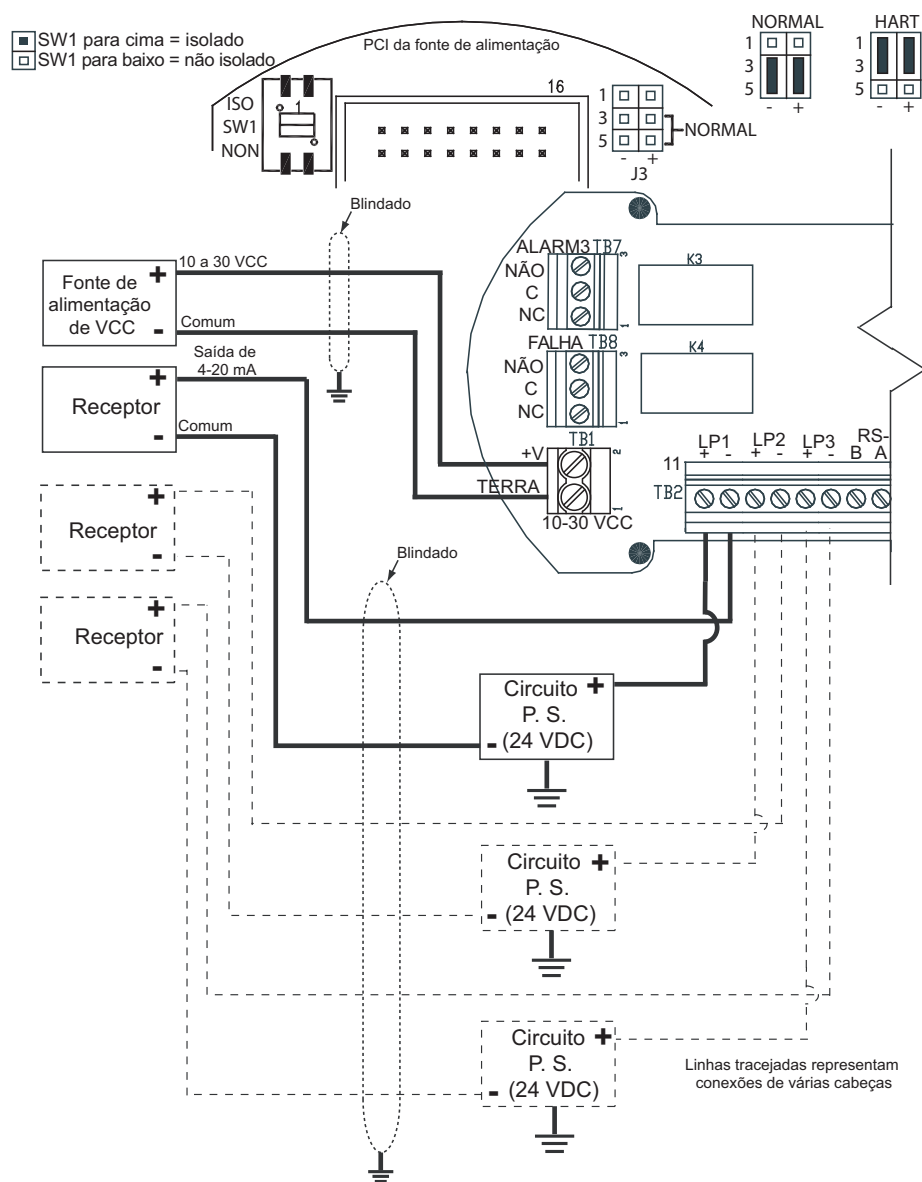
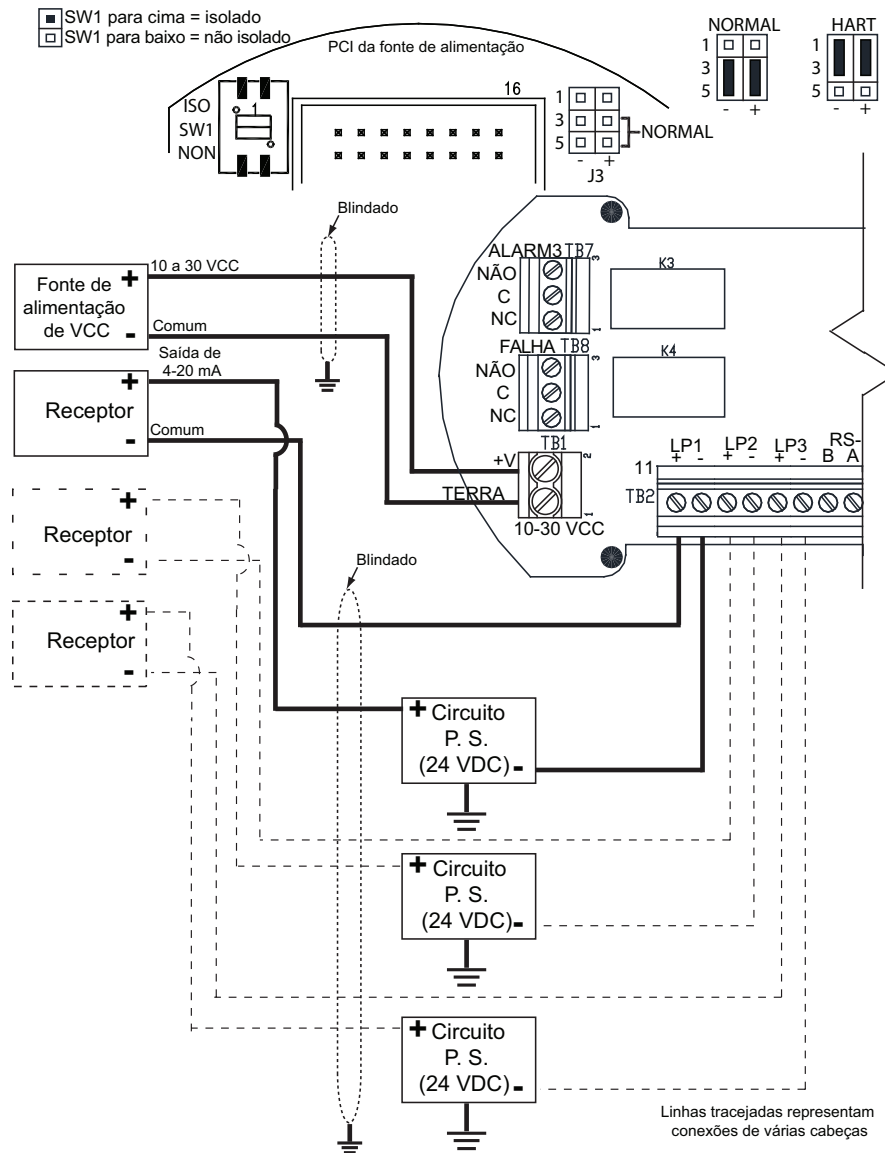

Figura 4-17: Conexão para fornecimento de 4 fios com fonte de alimentação de circuito isolado
Figura 4-18: Conexão para drenagem de 4 fios com fonte de alimentação de circuito isolado
5. Conecte os condutores positivo (+) e negativo (-) dos receptores ao TB2 na PCI do Terminal/Relé/MODBUS RS-485 (consulte Figura 4-17: Conexão para fornecimento de 4 fios com fonte de alimentação de circuito isolado a Figura 4-18: Conexão para drenagem de 4 fios com fonte de alimentação de circuito isolado 16 para obter mais detalhes).